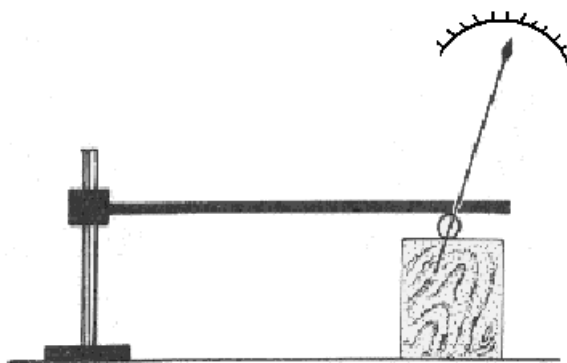

Fig.2.
b) În locul oglinzii se poate folosi un cilindru ușor, cu un diametru de 1cm, în care este fixat un ac indicator (de exemplu un pai). Cilindrul este așezat pe un bloc de lemn, pe care se poate rostogoli ușor (Fig.2.). Capătul tije metalice (cu o lungime de aproximativ 50cm) apasă ușor cilindrul. În spatele acului se poate fixa un ecran pe care se desenează o scală gradată. Dacă se încălzește tija, aceasta se dilată iar acul se va roti spre dreapta.